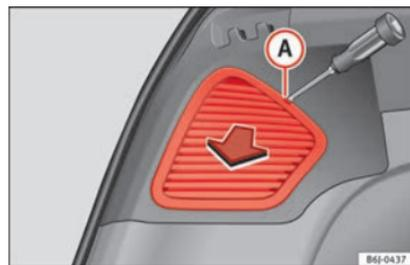

Fig. 198 Luces en el lateral.
- Retire dicha tapa con ayuda de un destornillador de punta plana colocado en la ranura indicada (A) » fig. 198.